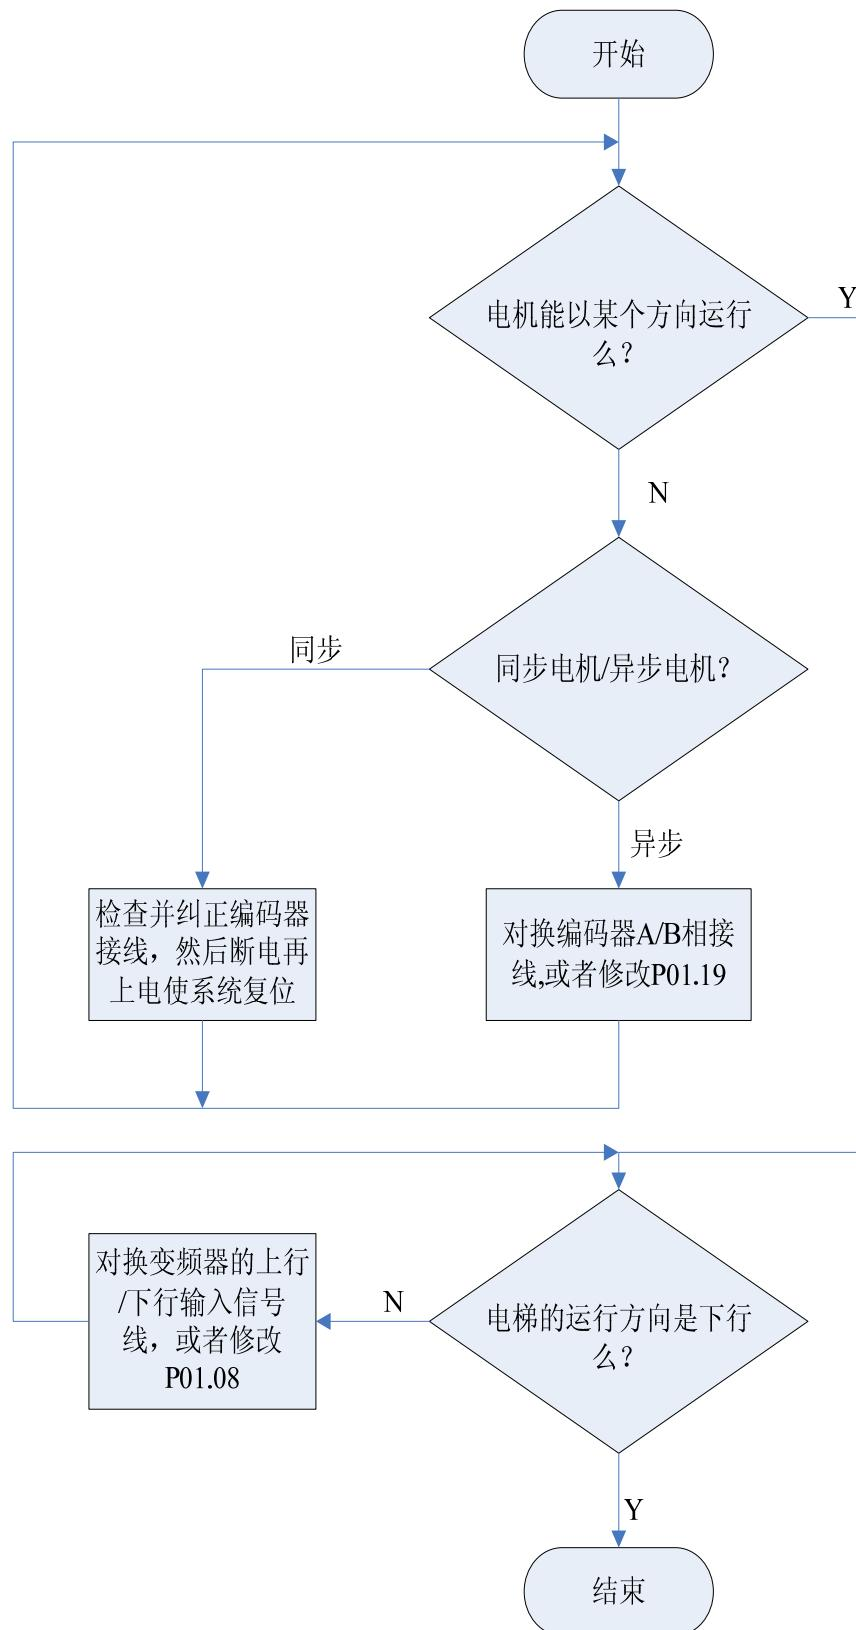

图 7.5 调整下行时运行方向的过程图
4) 向下检修运行, 调整下行时运行方向的过程如下图 7.5 所示。